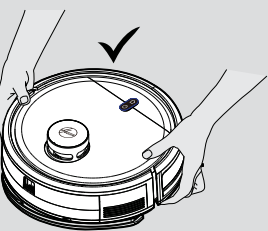

Fig. 22
**VIKTIG:** Forsikre deg alltid om at apparatet er skrudd av før du utfører vedlikehold. Løft og bær alltid roboten med begge hender, og pass på at den holdes i vannrett stilling. [Fig. 22]